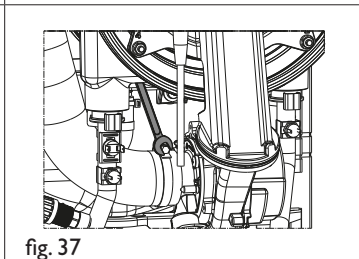

fig. 37
- Allentare la vite e sfilare il tubo di aspirazione dell'aria (fig. 37)